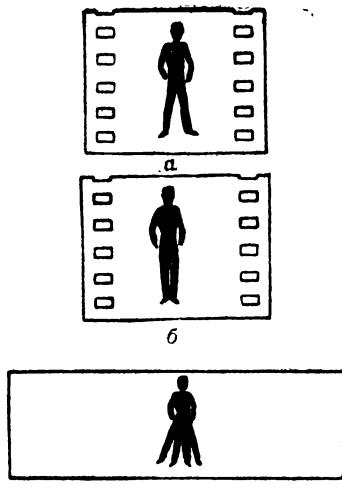

Рис. 2
1. Если на один «последовательный образ» накладывается другое изображение, то в глазу должно возникнуть восприятие двух изображений одновременно. Если, например, показывают две последовательные фазы идущего человека, отличающиеся положением его ног (рис. 2, а и б), то зрителю должен был бы увидеть человека с четырьмя ногами (рис. 2, в).